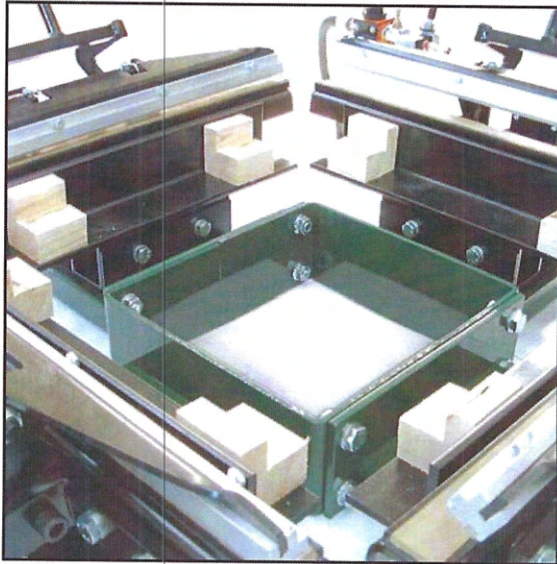

FIG5.3.3A
- Disporre i tappi per il supporto dei telai su ciascuna pinza (FIG.5.3.3A).
- Set the frame supports on each clamp (FIG.5.3.3A).